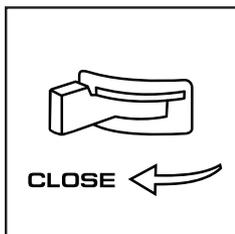

Рис. 24
- Перекройте топливный кран. (крайнее левое положение рычага) (Рис. 24).